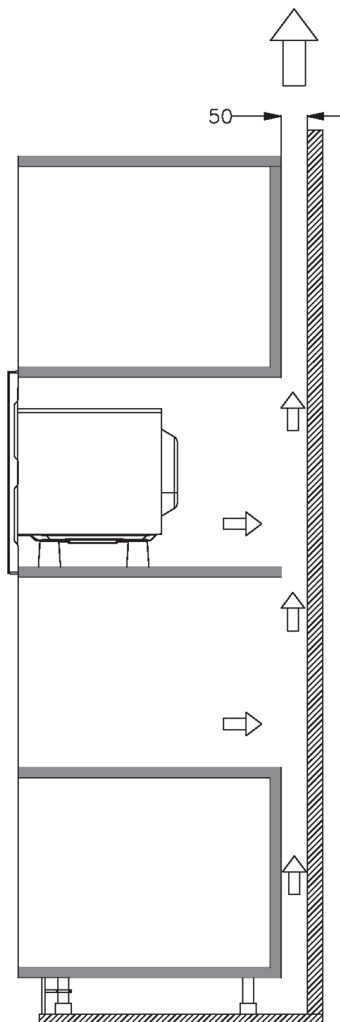

Afb. 3
c) Verplaats het product parallel in de keukenkast volgens de richting van de pijl op de afbeelding en houd hem gecentreerd (afb. 3).